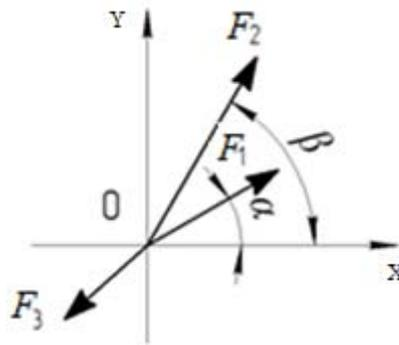

Рисунок 2 – Условие задачи 2
**Задача 2.** Какую по модулю силу  $F_3$  надо приложить к сходящимся силам  $F_1 = 2 \text{ Н}$  и  $F_2 = 4 \text{ Н}$ , образующим с осью  $Ox$  углы  $\alpha = 30^\circ$  и  $\beta = 60^\circ$ , чтобы равнодействующая этих трех сил равнялась нулю (рисунок 2)?